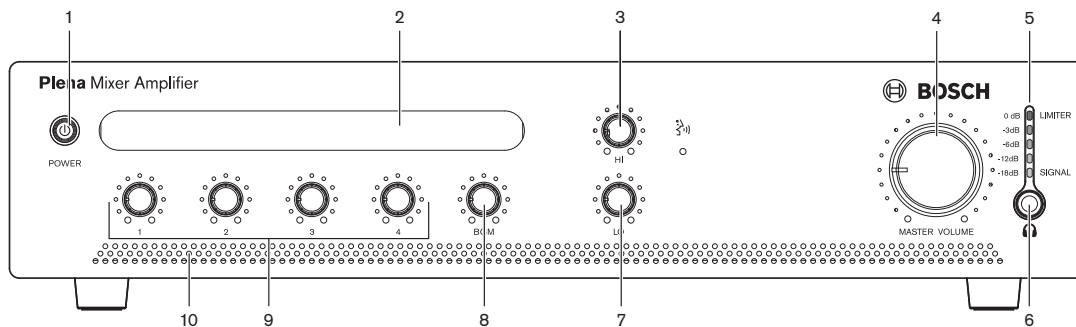

Figura 8.1 Panel frontal
1. Active el botón de alimentación (1) en la parte frontal de la unidad. Debe estar pulsado (véase *Figura 8.1*).
1. Desactive el botón de alimentación (1) en la parte frontal de la unidad. No debe estar pulsado (véase *Figura 8.1*).
Utilice los controles de tono Hi (alto) y Lo (bajo) (véase *Figura 8.1*, números 3 y 7) para cambiar el tono.